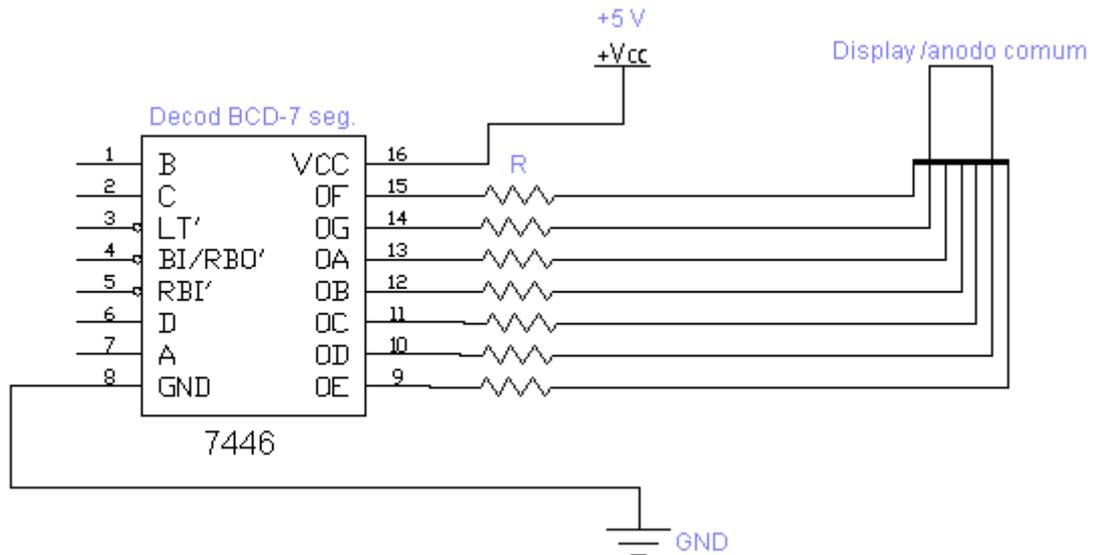

Figura 2 Esquema em blocos do circuito Decodificador BCD para 7 segmentos ligado ao display.
3.1.3 No protoboard, de acordo com a Figura 2, utilizando CI 7446 ou 7447 (**VIDE O 7448.PDF na pasta Componentes/TTL**), o qual é um decodificador BCD para 7 segmentos, ligue-o corretamente ao *display* (anodo comum), mostrado na Figura 1
3.2.1 Ligue as entradas A_i e B_i em sequencia nas chaves do painel de montagem Datapool (chaves de A a H), ou seja, ligar a entrada A_1 na chave A do painel, a entrada A_2 na chave B do painel, e assim por diante. Portanto a entrada B_1 será ligada à chave E, e assim sucessivamente. Ligue a entrada *carry* C_0 na chave J do painel de montagem Datapool. As saídas Σ_i nas entradas do decodificador do item 3.1 (Figura 2), da seguinte maneira $\Sigma_4 \Sigma_3 \Sigma_2 \Sigma_1$ nas entradas D C B A, respectivamente do decodificador 7446. E C_4 no ponto decimal através de um resistor, o mesmo calculado no item 3.1.1.